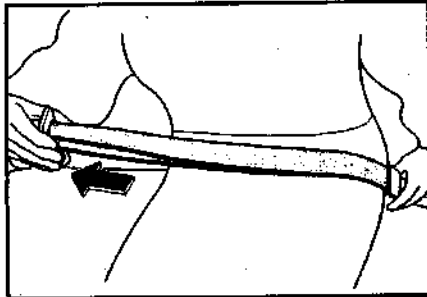

Рис. 33. Застегивание пряжки бедренного ремня безопасности заднего сиденья
2. Вложите пряжку ремня в замок (рис. 33). Если при этом услышите щелчок, то пряжка правильно застёгнута. Убедитесь, что ремень не перекручен.